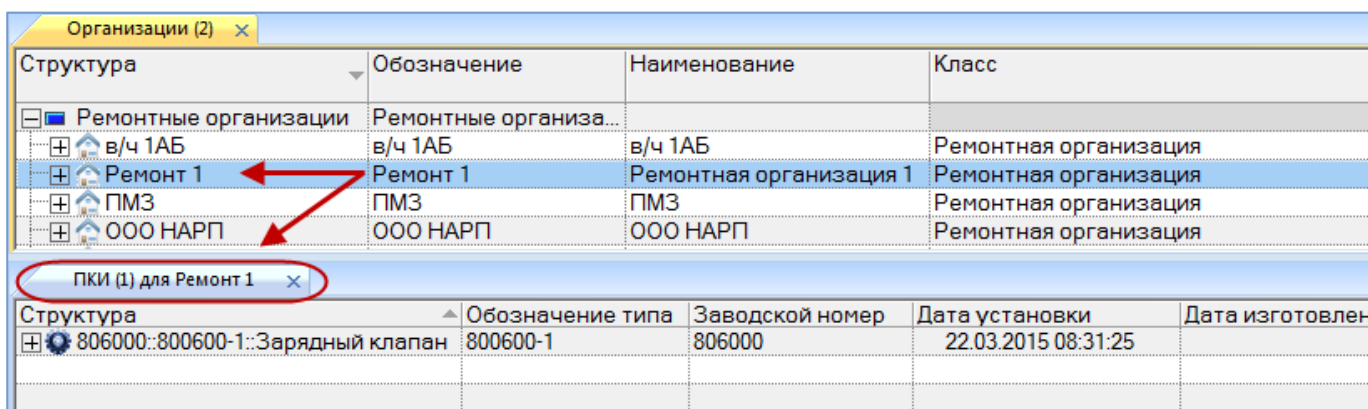

Рис. 13-171 – Экземпляры ПКИ, находящиеся в выбранной организации
3) Откроется окно связанных объектов, в котором перечислены все экземпляры ПКИ, которые в настоящий момент находятся в выбранной организации (рис. 13-171).